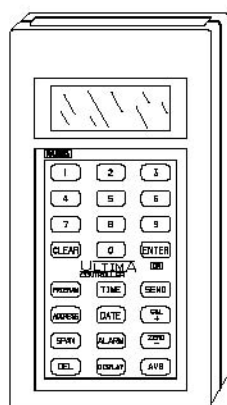

图2-3 Ultima 控制器
- Ultima 控制器，P/N：809086（见图2-3）